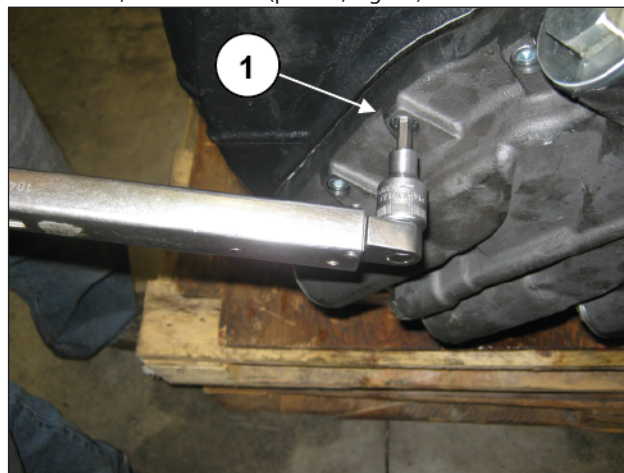
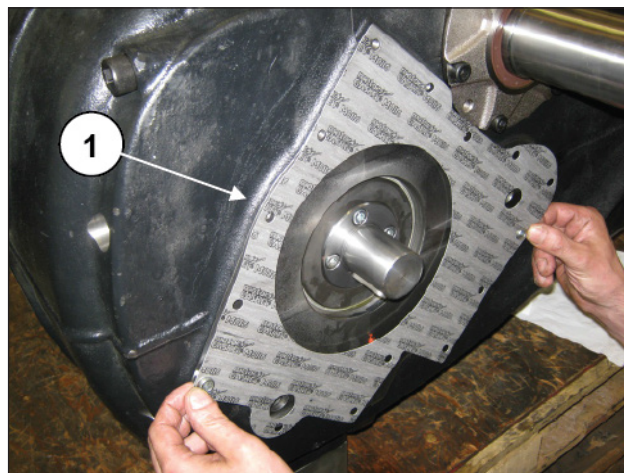

Fig. 21
Fig. 22
Desmonte o corpo da bomba de óleo, soltando os relativos parafusos (pos. ①, Fig. 21). Remova o vedante plano e substitua-o, se necessário (pos. ①, Fig. 22).